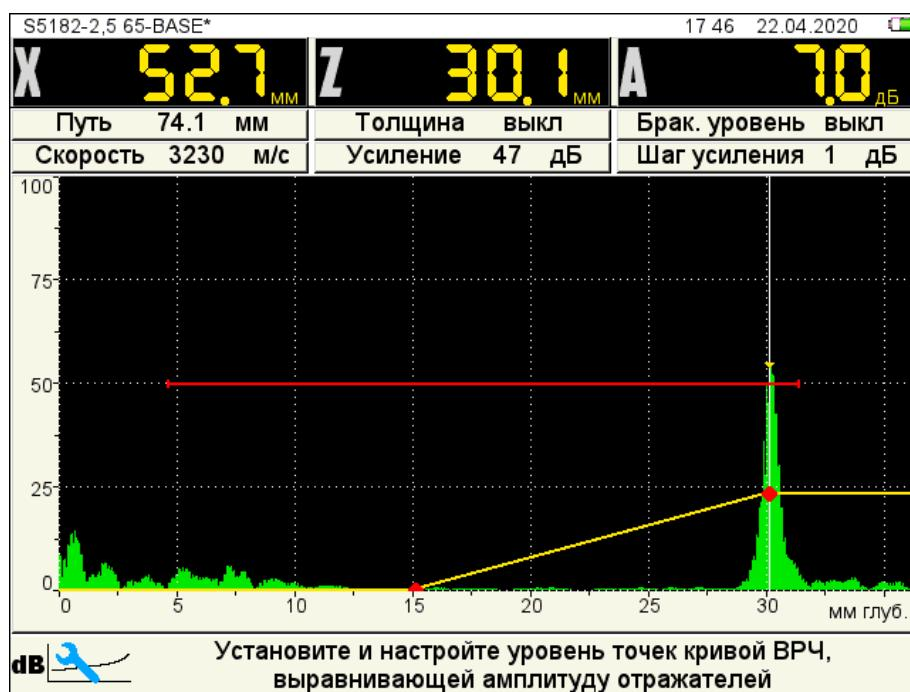

Рисунок 54
- клавишей изменения усиления поднять усиление в данной точке таким образом, чтобы сигнал от контрольного отражателя достиг красного строба (рисунок 54);